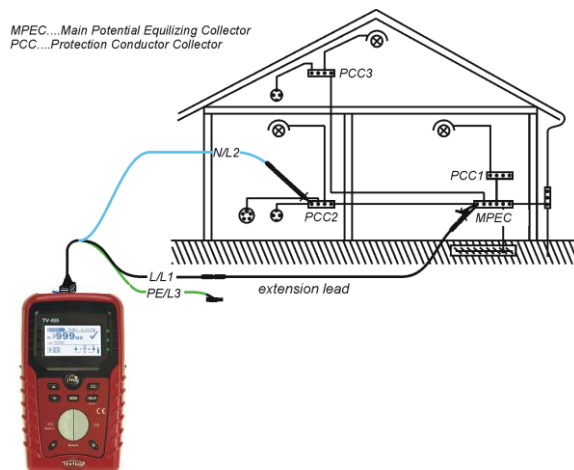

Figura 5.9: Collegamento del cavo di prova a 3 fili e del cavo di prolunga opzionale
- ❑ **Collegare** i puntali al cablaggio PE appropriato (vedere figura 5.9).